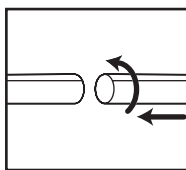

FIGURE 4
7. Attachez les bras de prolongation à l'extrémité accessoire du tuyau. Visez légèrement pour serrer le raccordement. **FIGURE 4.**
8. Attachez un des accessoires de nettoyage (selon vos exigences de nettoyage) sur les bras de prolongation. Visez légèrement pour serrer le raccordement. **FIGURE 4.**